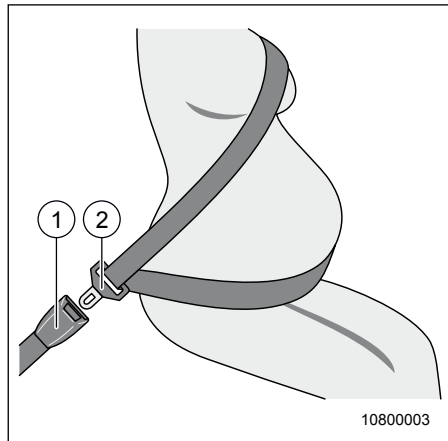

Fig. 3 Ta på säkerhetsbältet
1. Ta tag i säkerhetsbältets låsdel (Fig. 3, pos. 2), drag ut säkerhetsbältet och dra det över axeln.
4. För in låsdelen (Fig. 3, pos. 2) hela vägen in i låset (Fig. 3, pos. 1) till dess att tydligt klickljud hörs.